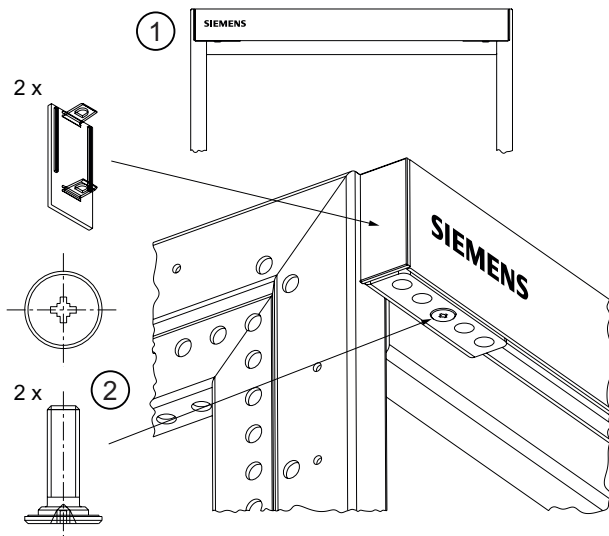

Bild 11
- 1 Die Zierblende auf die oberen Türlagerwinkel legen, siehe Bild 11.